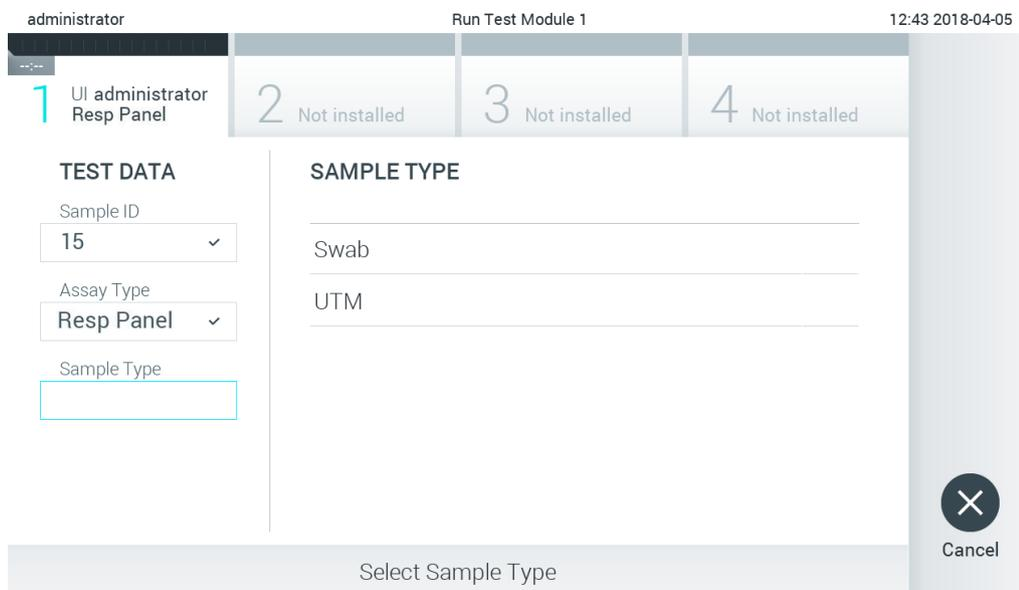

Figura 85. Selezione del tipo di campione.
5. Il campo Assay Type (Tipo di esame) sarà popolato automaticamente e, se necessario, dovrà essere selezionato manualmente un Sample Type (Tipo di campione) dall'elenco (Figura 85).